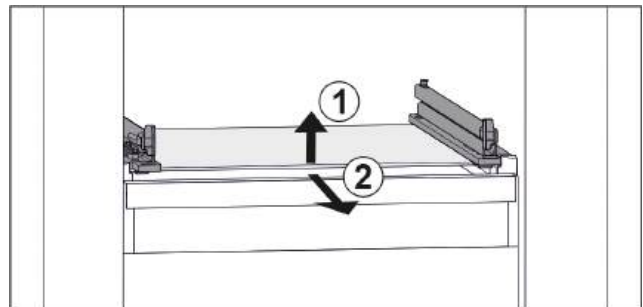

Fig. 88 Beispielhafte Darstellung der Glasplatte
- Glasplatte vorne anheben. Fig. 88 (1)
- Glasplatte nach vorne entnehmen. Fig. 88 (2)